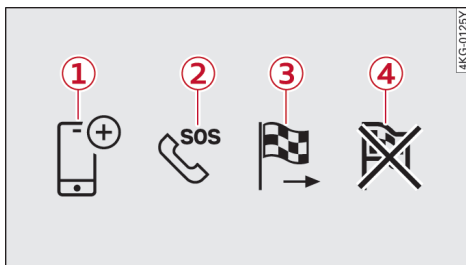

图 138 电话导航图标
- ▶ 适用于：MMI：在主屏上选：电话>⇒141 页，图 138①，或
- ▶ 适用于：后座遥控器：在主屏上选择：电话>⇒141 页，图 138①>连接设备。